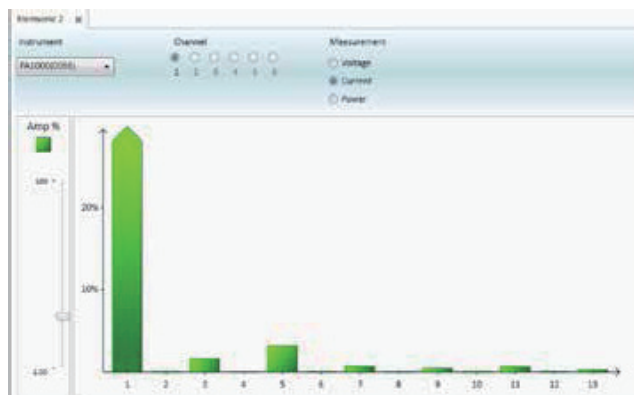

图 7. 谐波柱状图。
- 还可以以图形方式查看结果。如果想显示图表和图形，点击 Graphs 标签。从这里，选择 Harmonic(谐波)或 Waveforms(波形)，以图形方式查看数据。图 7 显示了柱状图实例。